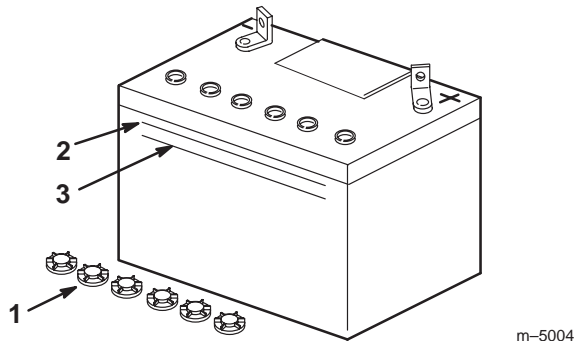

Bild 3
3. Entfernen Sie die Entlüftungsdeckel von der Batterie (Bild 3).
4. Gießen Sie langsam Batteriesäure in jede Batteriezelle, bis der Säurestand die **obere** Linie (Bild 3) am Batteriegehäuse erreicht.
- Warten Sie nach dem Füllen der Batteriezellen fünf bis zehn Minuten. Gießen Sie bei Bedarf langsam Batteriesäure in jede Batteriezelle, bis der Säurestand die **obere** Linie (Bild 3) am Batteriegehäuse erreicht.